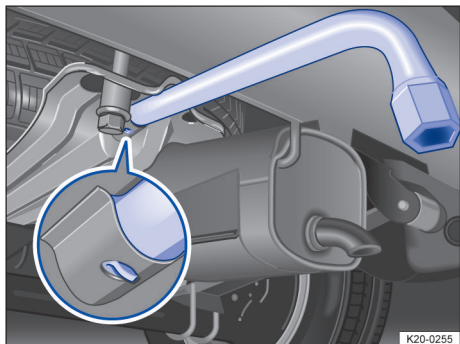

Fig. 209 Sub autovehicul: suport roată de rezervă cu cheie de roată fixată.
3. Introduceți cheia de roată în suport → fig. 209.
Asigurați-vă ca cârligul cheii de roată să se afle în orificiul suportului → fig. 209 (lupă). Cheia de roată fixată nu trebuie să poată fi trasă înapoi.
2. Introduceți cheia de roată în suport → fig. 209.